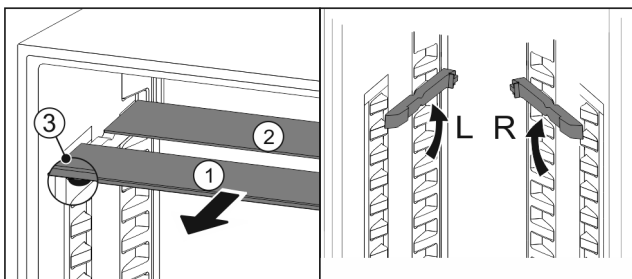

Fig. 81
- Steklene plošče posamično izvlecite Fig. 81 (1) naprej.
- Steklена plošča Fig. 81 (1) z okrasno letvijo je spredaj.
- Zaustavljalniki Fig. 81 (3) so obrnjeni navzdol.